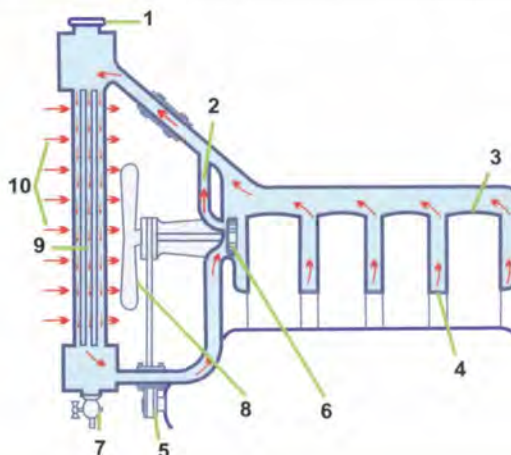

Fig. 35. Sistema de refrigeración.
- En el sistema por agua, el enfriamiento se efectúa cuando el agua que se encuentra en el radiador es impulsada por medio de la bomba a todos los pasajes de enfriamiento en el motor, absorbiendo el exceso de calor producido durante el funcionamiento (Fig 35).